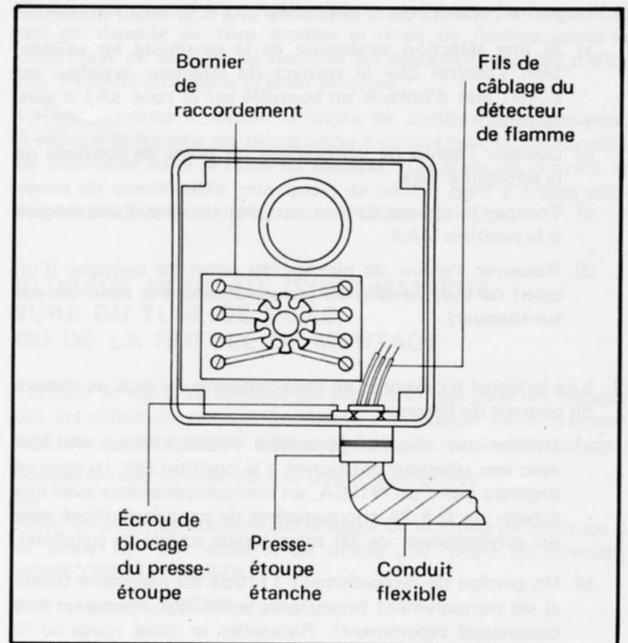

Fig. 11
2. Installer un conduit flexible dans le trou prévu à cet usage sur la face inférieure du détecteur (Fig. 11). Dans le cas où l'on souhaite répondre au standard NEMA 4, utiliser un conduit étanche et un presse-étoupe également étanche. (Par exemple, presse-étoupe de raccordement étanche Appleton ST50* utilisé avec un ensemble joint néoprène «0» STG-50 et bague de serrage).
3. Tirer les fils de câblage du contrôleur de sécurité de flamme à travers le conduit, jusqu'à la cellule C7076 (Fig. 11).